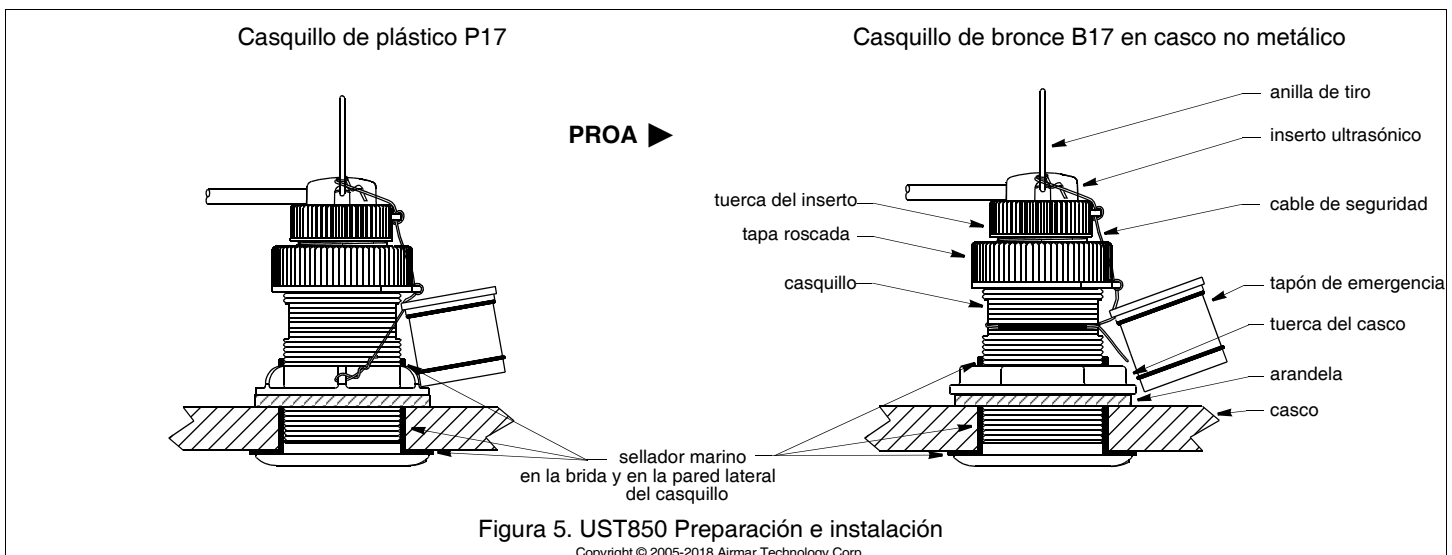

Figura 5. UST850 Preparación e instalación
UST850 (Figura 5)
2. Extraiga el inserto ultrasónico del casquillo retirando el cable de seguridad de la anilla de tiro y la tuerca del *inserto* (figura 5).
5. Vuelva a colocar el cable de seguridad para evitar que el tapón obturador se salga en el caso improbable de que el inserto/tapa roscada se rompa o se rosque de forma incorrecta (Figura 5).
1. Retire el *tapón de emergencia corto* del cable de seguridad (Figura 5).
5. Fije el tapón de emergencia corto con la tapa roscada. **Apriete a mano** únicamente. No apretar en exceso. Vuelva a colocar el cable de seguridad (Figura 5).
- Afirme el cable de seguridad al *tapón de emergencia corto*, la tapa roscada, la tuerca del inserto y la anilla de tiro para impedir que el inserto ultrasónico/tapón obturador se salga en el caso improbable de que la tuerca del inserto y/o la tapa roscada se rompan o se rosquen de forma incorrecta (Figura 5).